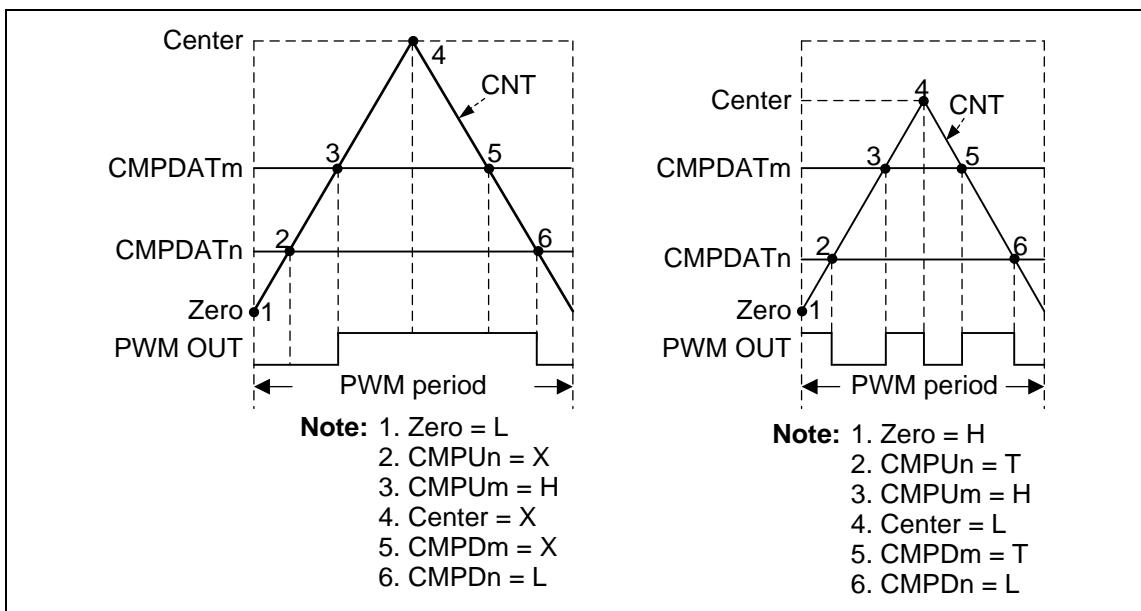

图 6-37 PWM脉冲产生
通过设定 **PWM_WGCTL0** 和 **PWM_WGCTL1**，每个事件点可以决定 PWM 波形：不变 (X)，为低 (L)，为高 (H) 或切换 (T)。用这些点可以很容易产生一个不规则的 PWM 脉冲或可变波形，如图 6-37. 图中，PWM 是互补模式，两个比较器 n 和 m 来产生 PWM 脉冲。n 表示偶数通道 0, 2, 4；m 表示奇数通道 1, 3, 5。n 和 m 通道是互补组。互补模式用两个信道 (CH0 和 CH1, CH2 和 CH3, CH4 和 CH5) 作为一组 PWM 输出一个互补波形。CMPU 表示当向上计数时 CNT 等于 CMPDAT.CMPD 表示当向下计数时 CNT 等于 CMPDAT。